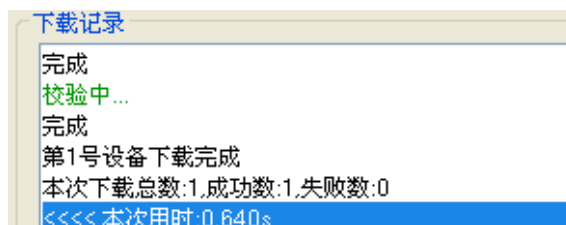

图 2.3.2
- i. 下载结束，软件会在“下载记录”栏显示当前下载状态，下载成功如图 2.3.2；